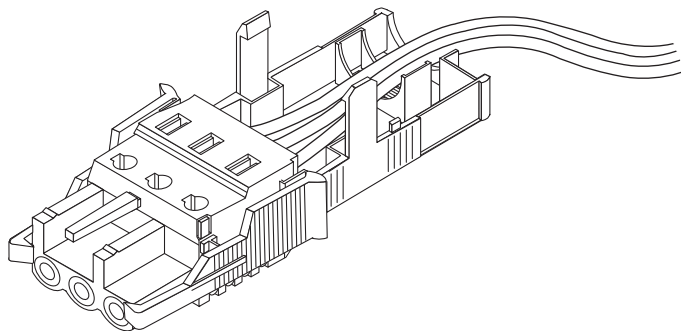

图 3-7 从减缓应变外罩引出导线
2. 将从 DC 电源引出的三根导线，穿过减缓应变外罩下部末端的开口（请参见图 3-7）。